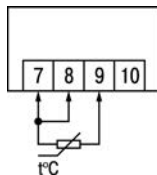

Рисунок 6.2 – Схема подключения термопреобразователя сопротивления
6.3.1.4 В приборе используется трехпроводная схема подключения термопреобразователя сопротивления, рисунок 6.2.